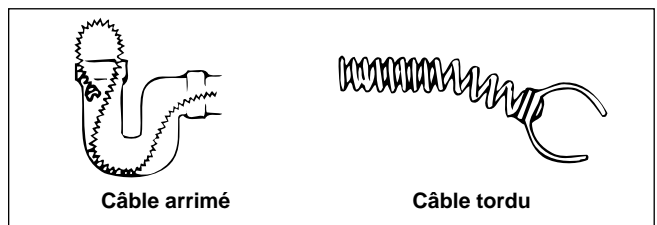

Figure 4 – Arrimage et tordage du câble pour accélérer le curage
**Arrimage du câble** – Lorsqu'il est nécessaire d'arrimer un câble déjà introduit dans la canalisation tandis qu'un autre câble est alimenté à travers la machine, bouclez le câble comme indiqué à la Figure 4.
**Curage accéléré** – Les obstructions créées par les amas de graisse peuvent être plus rapidement et efficacement éliminées en tordant le câble à une distance d'environ 6" ou 8" de l'arrière de l'outil de curage. (Figure 4)